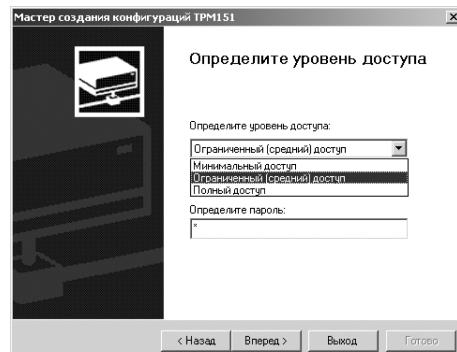

Рисунок 10.3
**Если модификация успешно считана,** на экране появится окно с приглашением выбрать уровень доступа (см. рисунок 10.3).
Выбирается модификация прибора («Модификация № 3»). Нажимается кнопка [Вперед>] – открывается окно с приглашением выбрать уровень доступа (рисунок 10.3). Определяется переходите к п. 4.